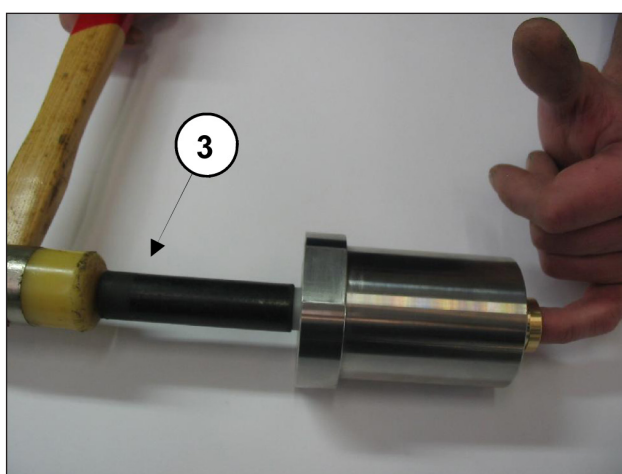
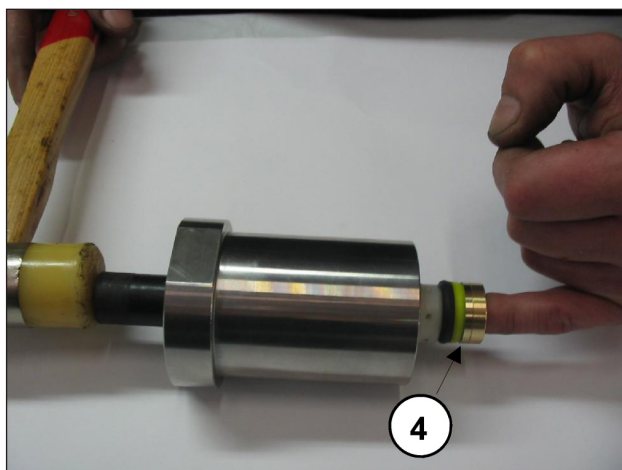

Fig. 34
Fig. 35
- Com a camisa separada do suporte de vedação e com um pino especial em material plástico, ③ conforme indicado na Fig. 34, faça esvaziar o pacote do HP (alta pressão) ④ operando como na Fig. 35.